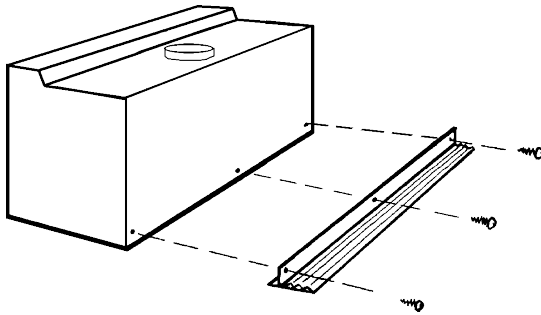

fig.10
6. **Fixation de l'entretoise:** coupez l'entretoise à la mesure désirée, décrochez l'appareil des brides murales et fixez l'entretoise à l'arrière de l'appareil à l'aide des 3 vis fournies (Fig. 10).